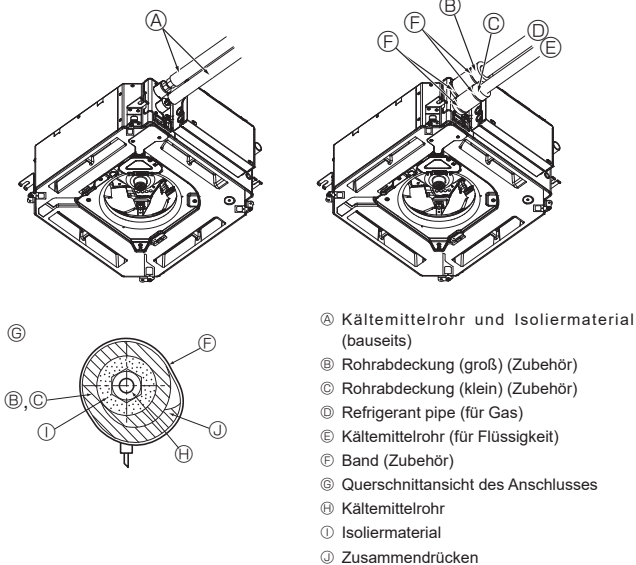

Fig. 5-8
5.5. Rohrleitungsanschluss (Fig. 5-8)